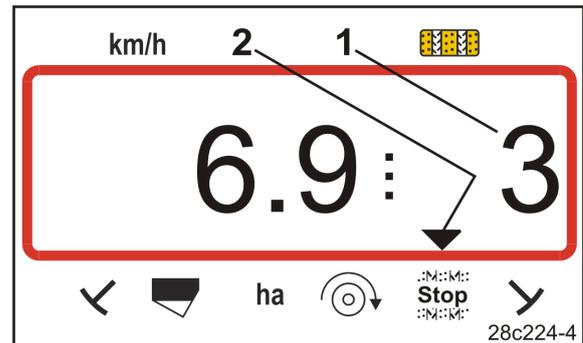

Fig. 33
- Sur l'écran, le chiffre (Fig. 33/1) du compteur de jalonnage clignote.
- La flèche de contrôle (Fig. 33/2) est pointée sur le symbole Stop.